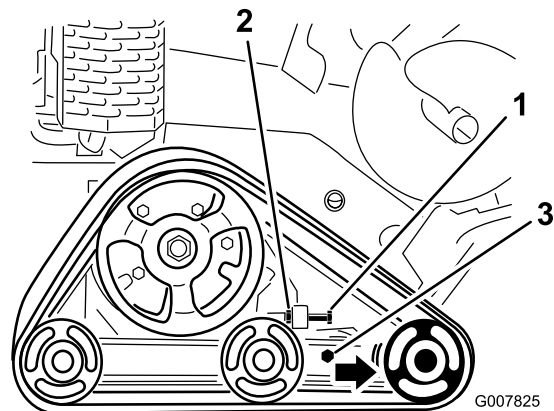

Figura 56
4. Apriete el perno tensor a entre 32,5 y 40 N·m para tensar la oruga (Figura 56).
4. Afloje el perno tensor y la contratuerca (Figura 56).
5. Afloje los pernos de fijación (Figura 56).
3. Afloje la contratuerca del perno tensor de la oruga, y los pernos de fijación del brazo tensor (Figura 56).